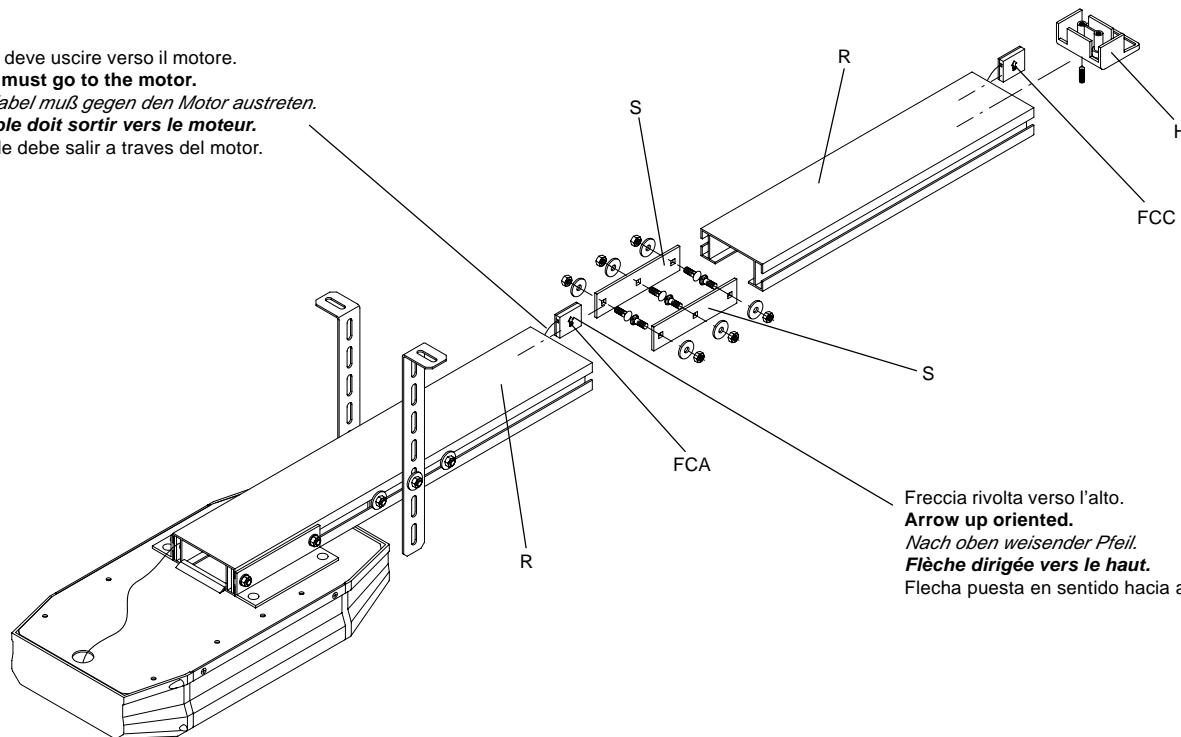

Fig.5
3.3 Inserire il finecorsa di apertura F.C.A. (con il filo più corto) nell'apposita feritoia della rotaia. Congiungere i due spezzoni di rotaia R tramite due staffe di serraggio S. Inserire anche il finecorsa di chiusura F.C.C. (con il filo più lungo). Vedi fig. 5. **N.B.:** Controllare che la freccia con la scritta ALTO sia rivolta verso il soffitto una volta montata l'automazione.
3.3 Insert the opening limit stops OLS (with the shortest wire) into the suitable rail slit. Couple the two rail pieces R through 2 tightening flasks. Insert also the closing limit stop CLS (with the longest wire) see fig. 5. P.N. Check that the “TOP” arrow is oriented towards the ceiling once the automation has been mounted.
dem längeren Draht einführen. Siehe Bild 5. **Anmerkung:** Prüfen Sie, ob der Pfeil mit der Aufschrift ALTO an die Decke weist, wenn der Automatismus angebracht worden ist.
3.3 Insérer le fin de course d'ouverture F.C.O. (celui avec le fil le plus court) dans la fente appropriée du rail. Joindre les deux morceaux de rail R au moyen des deux pattes de serrage S. Insérer aussi le fin de course de fermeture F.C.F. (celui avec le fil le plus long). Voir fig. 5. N.B. Contrôler que la flèche avec l'inscription ALTO soit dirigée vers le plafond lorsque l'automation est installée.
3.3 Insertar el final de carrera de apertura F.C.A (con el cable más corto) en la correspondiente canaleta de la guía. Ensamblar los dos tramos de guía R mediante dos pletinas de acoplamiento S. Insertar también el final de carrera de cierre F.C.C (con el cable más largo) Véase fig. 5. **Nota:** Comprobar que la flecha que pone ALTO señale hacia el techo una vez montada la automatización.